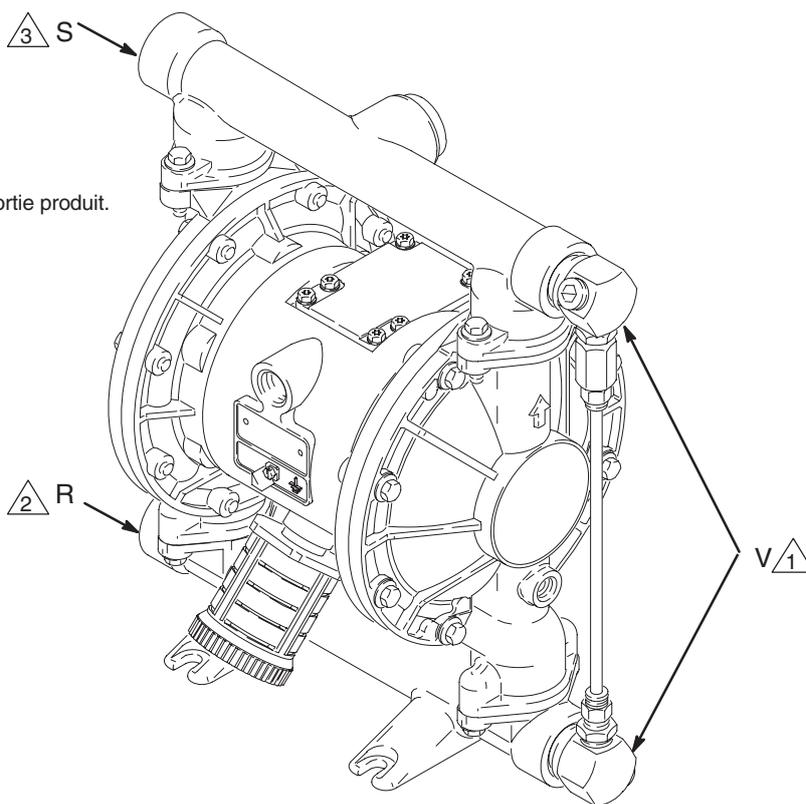

Fig. 7
Le kit de décompression réf. 235409 (V) est disponible pour les pompes en aluminium. Il sert à éviter une pressurisation excessive et la rupture de la pompe ou du flexible. Voir fig. 7. Le kit est fourni avec un manuel d'instructions.